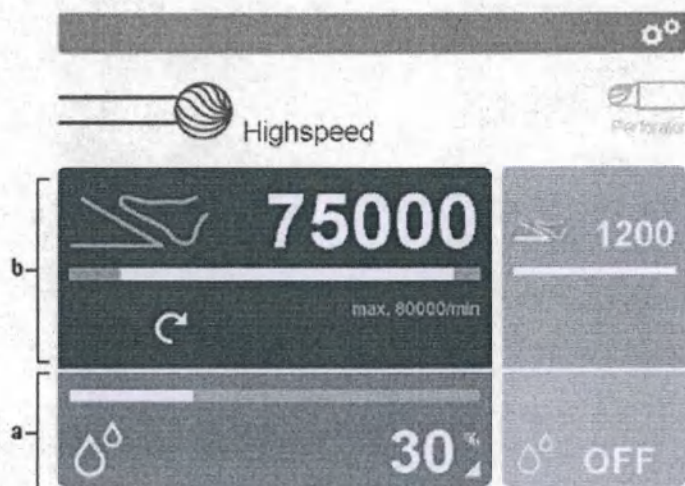

Рисунок 5 – Включение панелей управления, где:
Включить панель управления рабочим элементом (b) (см. Рис. 5) на дисплее (2).